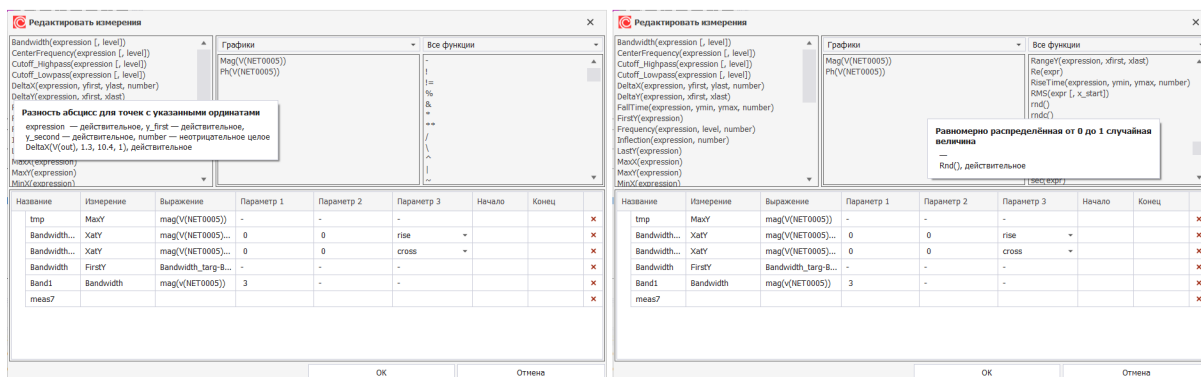

Рис. 154 Окно редактирования измерений
- Редактировать. Этим пунктом вызывается окно «Редактировать измерения» для правки, добавления и удаления измерений, см. Рис. 154. Удаление выполняется кнопкой .